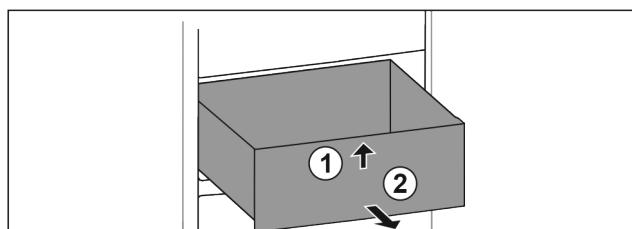

Fig. 19
- Приподнимите выдвижной ящик спереди. Fig. 19 (1)
- Извлеките выдвижной ящик движением вперед. Fig. 19 (2)